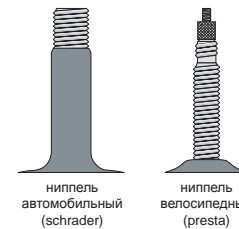

рис. 29
- 3.11.2. Используйте насос, подходящий для ниппеля вашего велосипеда. Существуют два основных типа ниппелей: велосипедный (PRESTA) и автомобильный (SCHRADER) (рис. 29, 30).